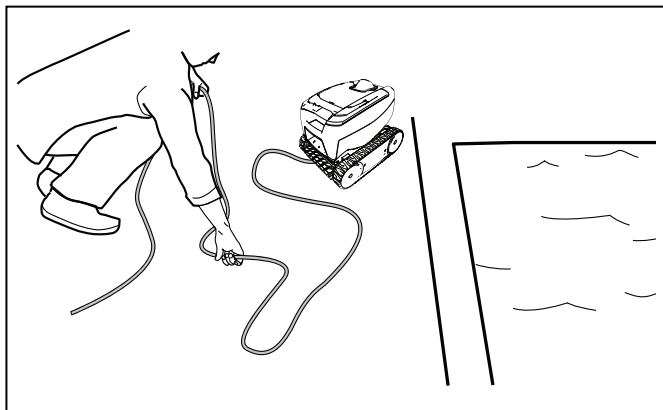

Figure 18. Disposer le câble au soleil
4. Retirez le nettoyeur de la piscine et démêlez toutes les boucles et tous les nœuds dans le câble flottant (Figure 18). Commencez par la tête du nettoyeur. Disposez le câble au soleil pour assouplir toutes les formes d'emmêlement.